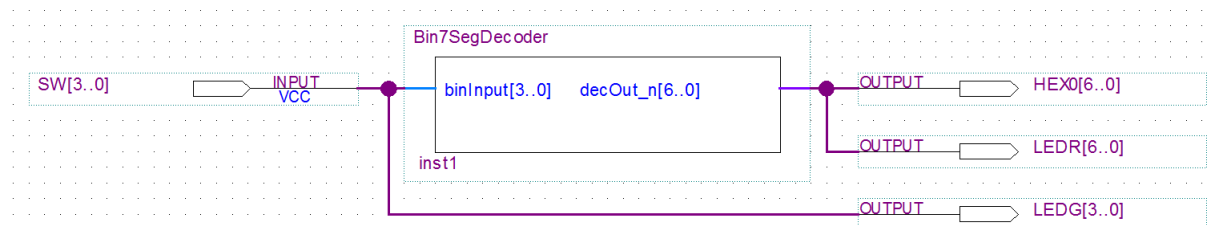

Figura 10 – Alteração do circuito da Figura 9 para visualização em LEDs das entradas e saídas do decodificador.
9. Altere o projecto para que as entradas e as saídas do decodificador binário→7 segmentos sejam também visualizadas em LEDs do *kit* (observe a sugestão da Figura 10: quer os portos de entrada, onde ligam os interruptores, quer as saídas do decodificador passam também a ligar a portos de saída associados aos LEDs).